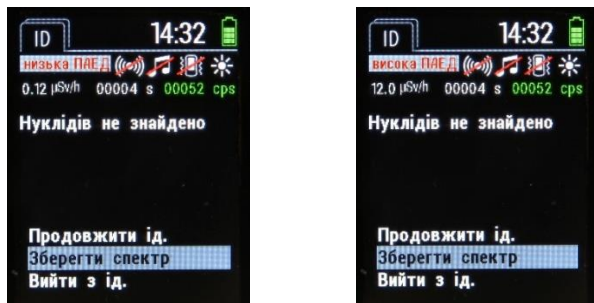

Рисунок 10 – Відображення низької або високої ПАЕД
Увага! Перед запуском процесу ідентифікації потрібно переконатися що ПАЕД гамма-випромінення від радіонукліду, що досліджується, є більшою за 0.3 мкЗв/год, в іншому випадку процес ідентифікації не розпочнеться. Також потрібно стежити, щоб у процесі ідентифікації ПАЕД гамма-випромінення була в діапазоні від 0,3 мкЗв/год до 10 мкЗв/год, оскільки інакше процес ідентифікації автоматично завершиться, а в рядку стану відобразатиметься напис “низька або висока ПАЕД” (рис. 10).
- вихід з режиму експерта до вікна ідентифікації (рис. 10).